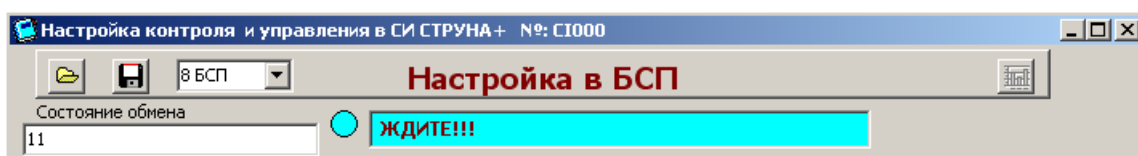

Рисунок 4.34
4.6.7.3 Нажать на кнопку «Зп в БСП». В результате на верхнем табло появится надпись «ЖДИТЕ!!!» (рисунок 4.34). Время записи зависит от количества каналов настройки.
4.6.8.2 Нажать на кнопку «Чт из БСП». В результате на верхнем табло появится надпись «ЖДИТЕ!!!» (рисунок 4.34). Время чтения зависит от количества каналов настройки.